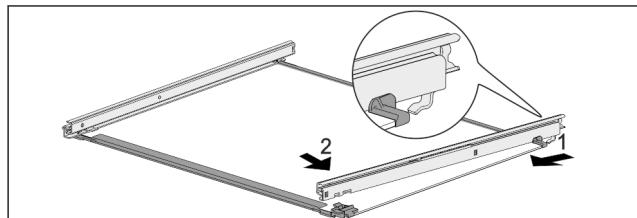

Fig. 121 Sklenená doska s koľajničkami
- Zaháknite kolajničku vzadu. Fig. 121 (1)
- Zaklapnite kolajničku vpred. Fig. 121 (2)